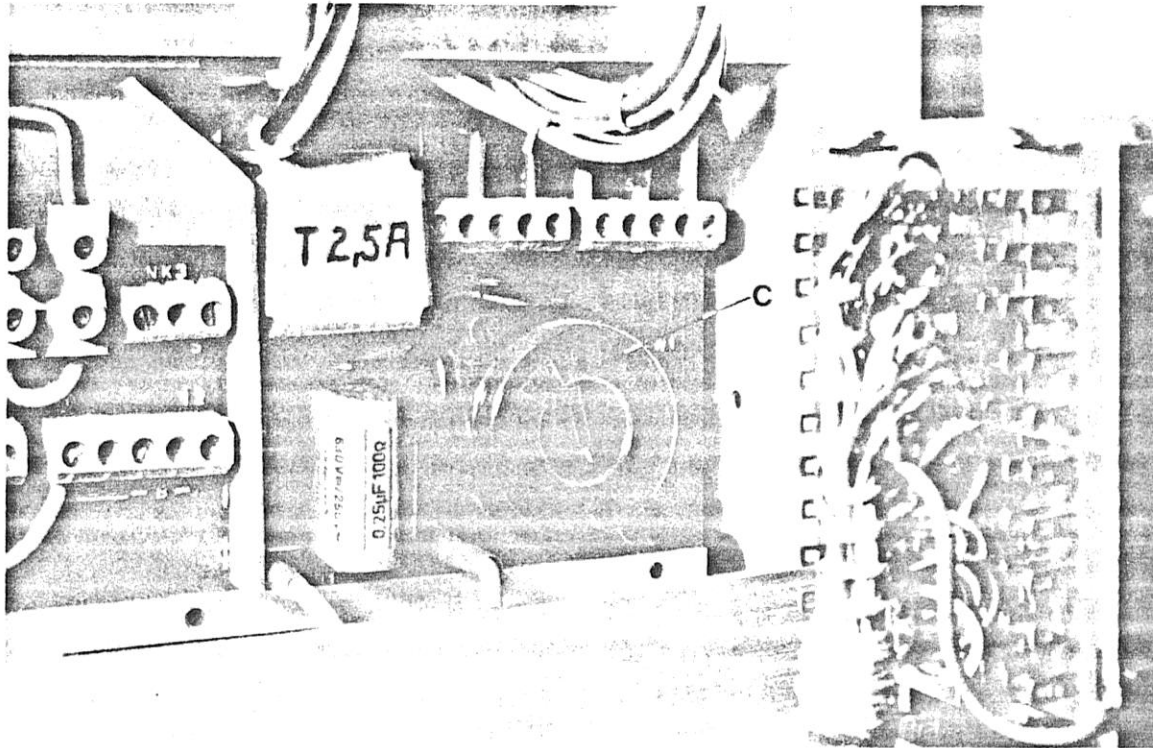

Abb. 24 LSKA-Netzgerät mit Spannungswähler (C)
An dem im Netzgerät angeordneten Spannungswähler (C) Abb. 24 können folgende Betriebsspannungen eingestellt werden:
Werkseitig ist dafür der 7-Bit-Code (nach DIN 66003, 7-Bit-Code; Informationsverarbeitung; Ausgabe Juli 1968) **mit Prüfbit** (b8) (nach DIN 66 004, Blatt 1, Darstellung des 7-Bit Code auf Datenträgern, Lochstreifen, Informationsverarbeitung; Ausgabe März 1967) **im Codierer eingestellt** (siehe Abb. 24)